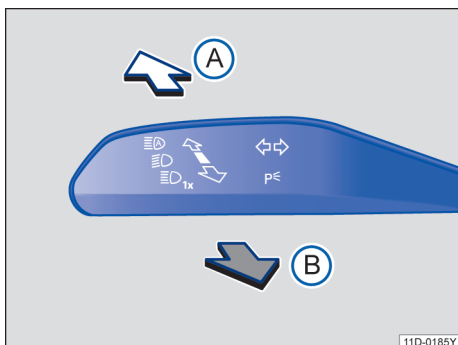

图 75 转向信号灯 / 远光灯操作杆
- 将转向信号灯和远光灯操纵杆从中间位置移至下列位置→图 75: